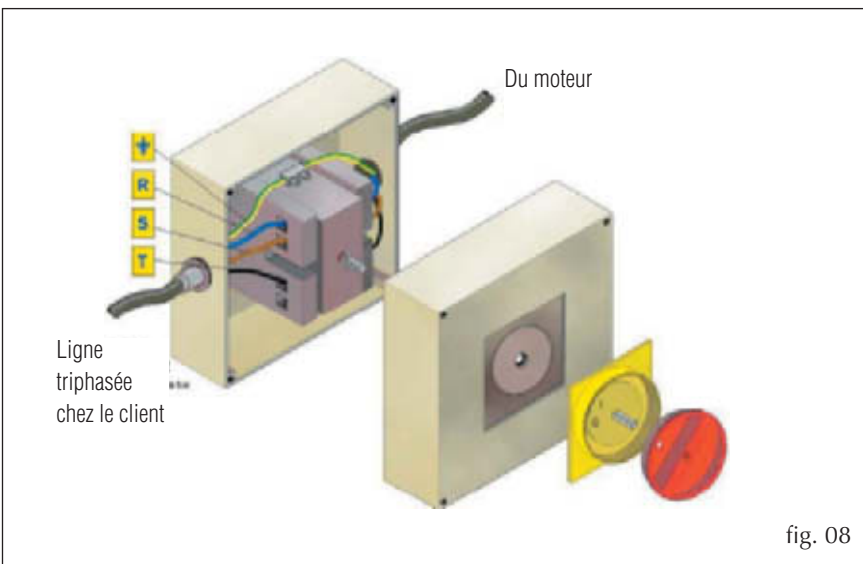

fig. 08
**Note :** Il faut toujours contrôler le type de branchement à effectuer conformément au schéma reporté par le constructeur sur la plaque et à l'intérieur de la boîte à bornes. Sur demande il est possible d'avoir une boîte de dérivation électrique placée de manière à pouvoir y accéder facilement pour les versions allant de 050 à 750, alors qu'elle est toujours comprise pour les trois dernières tailles de 850 à 1100 (Fig. 08).